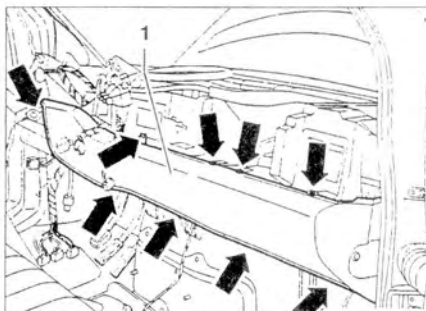

Рис. 10.46. Выкрутите винты (стрелки) и снимите декоративную панель **1** панели приборов.
29. Выкрутите винты (стрелки) и снимите декоративную панель **1** панели приборов (рис. 10.46).